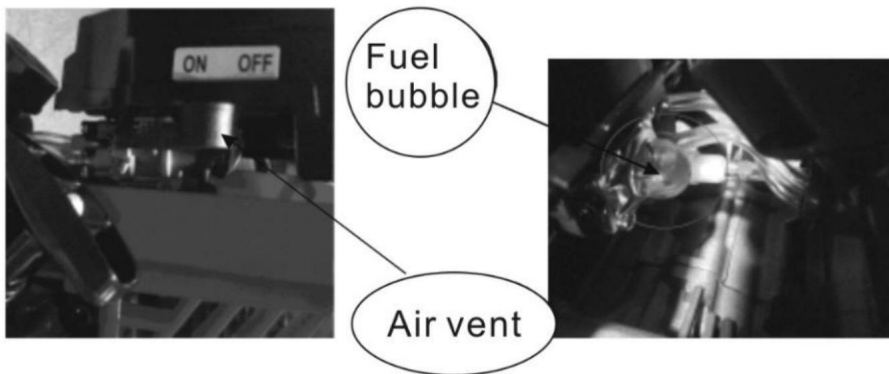

Fig 3
- 1.Przed pierwszym uruchomieniem nowej maszyny należy powtórzyć wciśnięcie przezroczystego paliwa bańki (patrz rys. 3), aby całkowicie napełnić gaźnik paliwem.